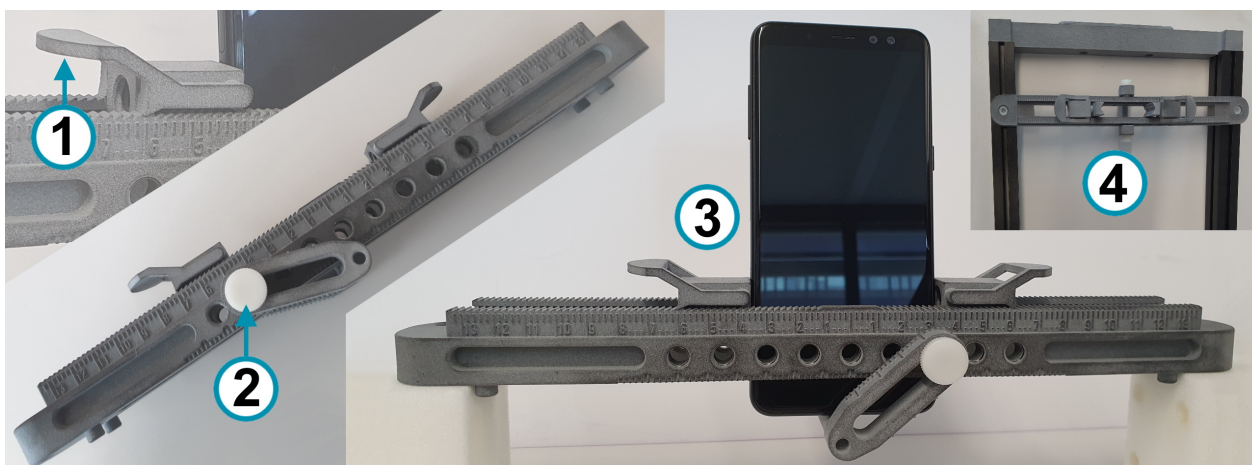

Figura 7-10: opzione R&S CMQ-B714A "DUT Clamp 1", codice di ordinazione 1537.6255.02
"DUT Clamp 1" può essere montato nella camera sul "Drawer Support 1" (ved. in alto a destra (4) in figura 7-10) o sul "Inner Support 1".
"DUT Clamp 2" può essere montato in una configurazione a piastra singola o doppia su "Drawer Support 1" (figura 7-10).